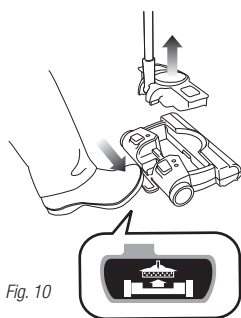

Fig. 10
- 1 Pour retirer la coupelle à poussière sans contact direct « No-Touch », enfoncez la pédale de dégagement de la coupelle à poussière, située sur la base de l'aspirateur sans fil pour tapis et planchers. (fig. 10)
- 1 Appuyez sur le levier de dégageage de la coupelle à poussière avec le pied et retirez-la de la base de l'aspirateur sans fil pour tapis et planchers. (fig. 10)
- 1 Appuyez sur le levier de dégageage de la coupelle à poussière avec le pied et retirez-la de la base de l'aspirateur sans fil pour tapis et planchers. (fig. 10 à la page 20)